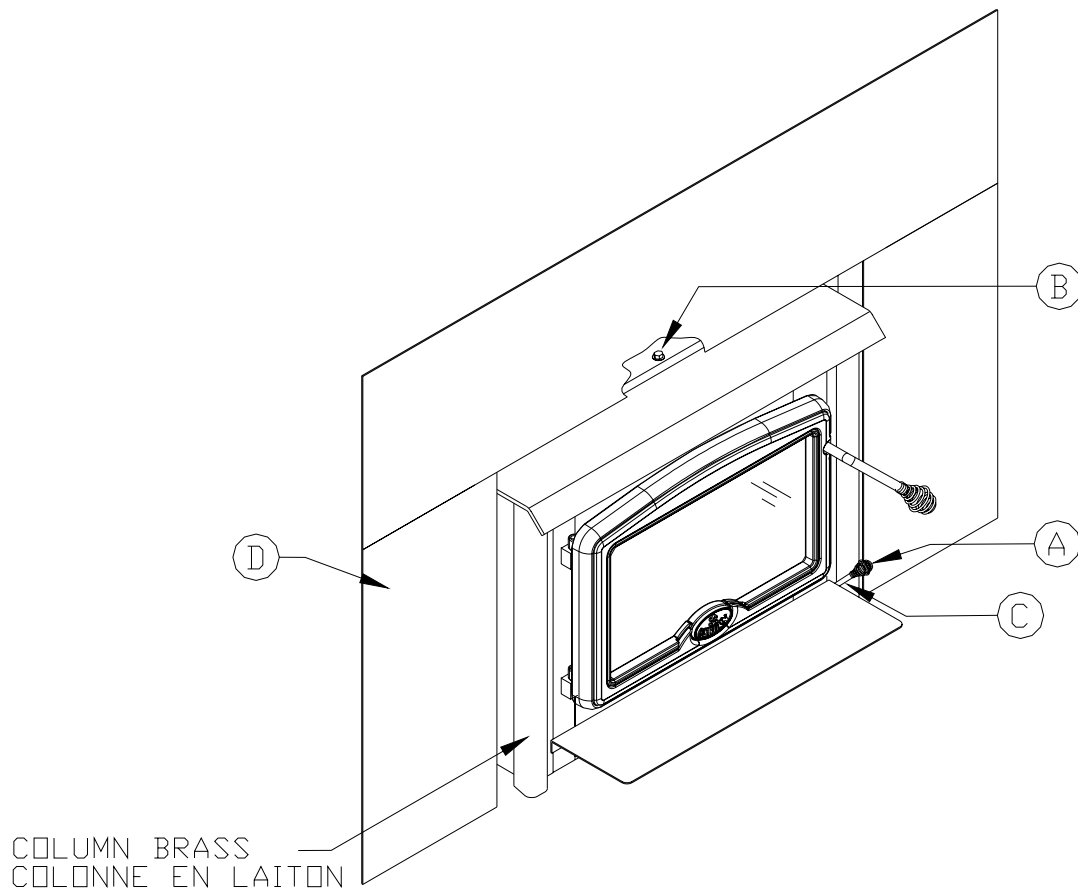

Figure 10
10. Poussez la tige de contrôle d'air (A) à fond. Faites revenir la rallonge réglable de la plaque avant à sa position originale en la faisant coulisser, jusqu'à ce que la plaque avant épouse parfaitement la façade du foyer (voir la figure 10). Il vous faudra employer une douille pied-de-biche de 11 mm (7/16") pour serrer l'écrou (B) situé juste au-dessus du dessus du poêle, au centre, de façon à bien fixer la rallonge réglable de la plaque avant au conduit supérieur de circulation d'air. Prenez la manette (C) du système de contrôle d'air et vissez-la sur la tige de contrôle d'air de 6.35 mm (1/4") de diamètre.